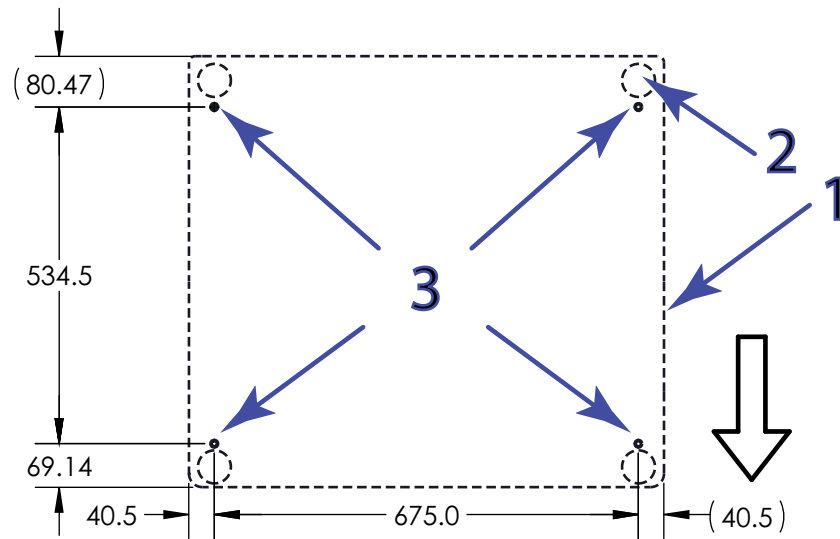

図 15. 標準幅フレーム上のアンカー点の位置 (上から見た図)
説明 図 15 および 図 16
1. フレームベースのアンカーポイントに合わせるには、71 ページの図 15(または余裕幅のフレームの場合 72 ページの図 16)を参照し、テーブルの適切な位置に穴を開けます。直径 15 mm (0.59 インチ) の穴を推奨します。